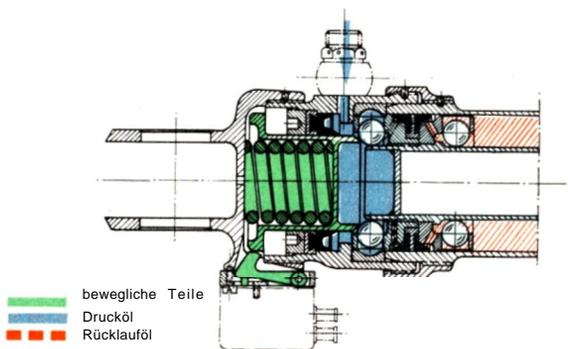

Abb. 16 Fahrgestellstrebe entriegelt
Vor dem Ausfahren des Kolbens drückt das Drucköl von Leitung 30 den Verriegelungskolben (3) (Abb. 16) zurück, so daß die Kugeln (7) aus dem Rillennring (6) frei kommen und dadurch die Verriegelung gelöst ist.